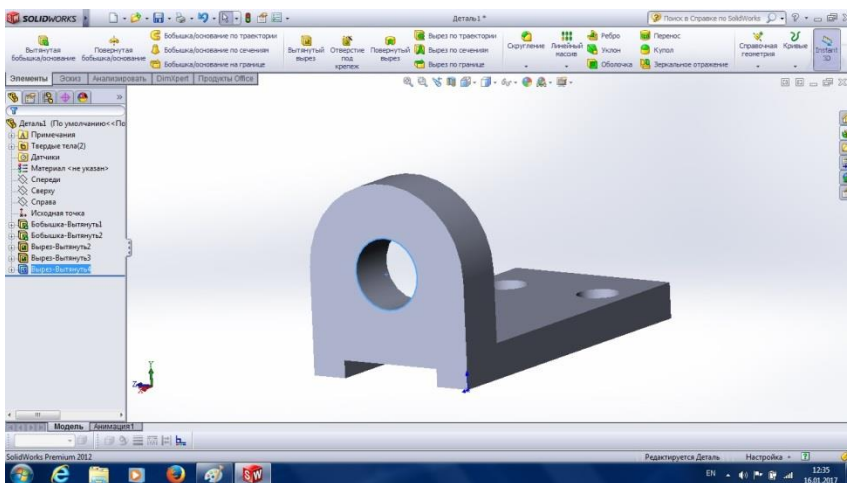

Рис. 3.18
19. Командою **Витягнутий виріз**, **Наскрізь** будемо модель потрібного отвору у вертикальному елементі (рис 3.17). Натиснувши команду **Ок**, отримаємо готову, на цьому етапі, модель деталі (рис. 3.18).